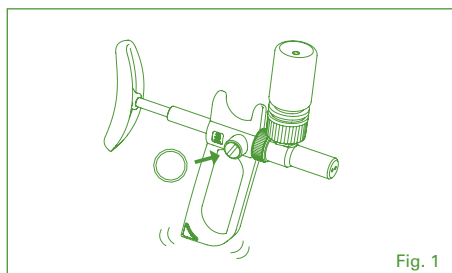

Fig. 1
Per modificare la posizione dell'impugnatura della siringa, svitare la vite dell'impugnatura stessa (4) utilizzando una moneta, ruotare il corpo della siringa fino alla posizione desiderata e stringere nuovamente la vite dell'impugnatura (Fig. 1).
Para cambiar la posición del mango de la jeringa, afloje el tornillo del mango (4) con una moneda, gire el cuerpo de la jeringa a la posición deseada y vuelva a apretar el tornillo del mango (Fig. 1).
Para alterar a posição do punho da siringa, desaperte o parafuso do punho (4) utilizando uma moeda, rode o corpo da siringa para a posição desejada e volte a apertar o parafuso do punho (Fig. 1).